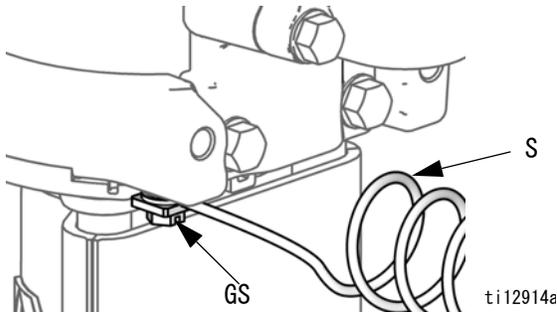

図 4. ポンプを接地します。
ポンプ：を参照のこと。図 4 を参照のこと。アースネジ (GS) がエアモータに取り付けられ、しっかりと締め付けられていることを確認します。接地ワイヤ (S) のもう一端を実際の土の地面に接続してください。